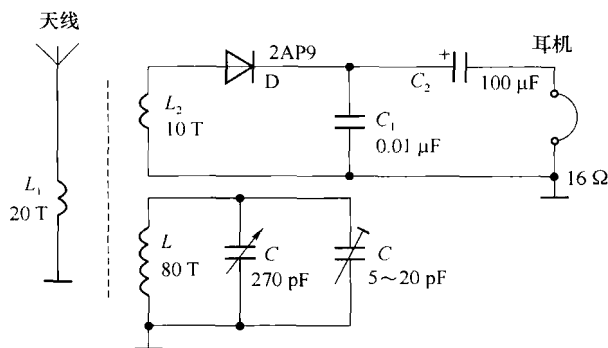
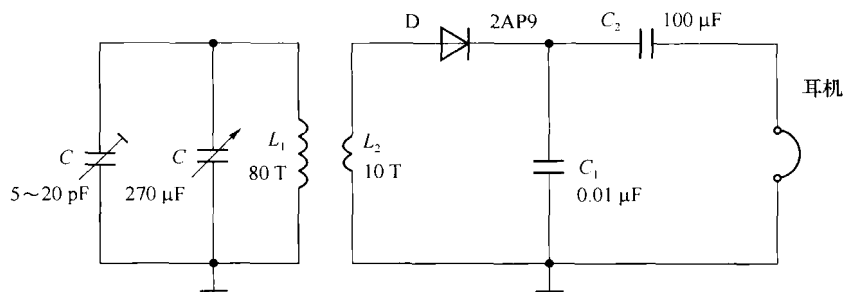

图 1-2 直接检波接收机参考图(一)
图 1-3 直接检波接收机参考图(二)
2. 将所绘原理图与如图 1-2、图 1-3 所示参考图比较,做对比分析